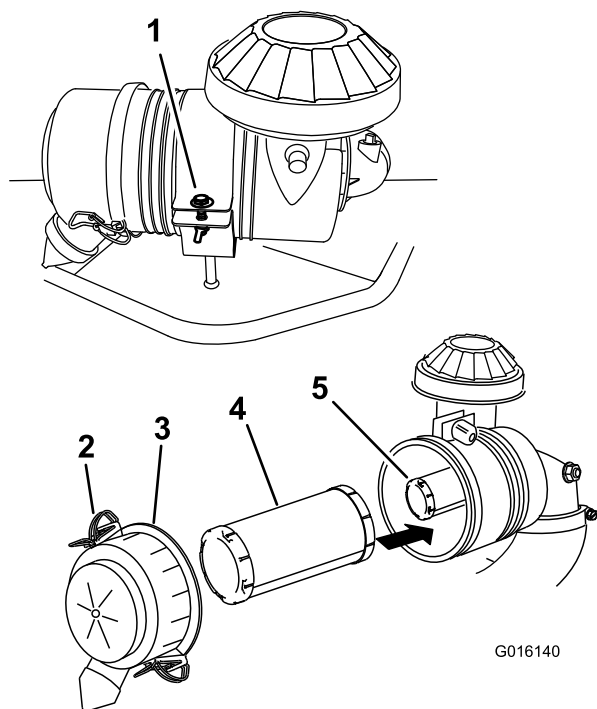

Figure 44
3. Enlevez le boulon qui fixe le support du filtre à air en place. L'accès sera ainsi possible en tournant le corps du filtre à air (Figure 44).
4. Ouvrez les attaches du filtre à air et déposez le couvercle du corps du filtre (Figure 44).
6. Sortez l'élément principal du corps du filtre avec précaution (Figure 44). Évitez de cogner l'élément à l'intérieur du corps.
1. Ne nettoyez pas l'élément en papier, remplacez-le (Figure 44).
2. Si vous remplacez l'élément secondaire, insérez-le avec précaution dans le corps du filtre (Figure 44).
3. Placez ensuite l'élément principal sur l'élément secondaire avec le même soin (Figure 44). Assurez-vous qu'il est bien engagé en appuyant sur le rebord extérieur.
4. Montez le couvercle, reniflard en bas, et tournez-le pour que les attaches verrouillent le couvercle en place (Figure 44).
5. Placez le boulon de fixation du filtre à air dans le support (Figure 44).